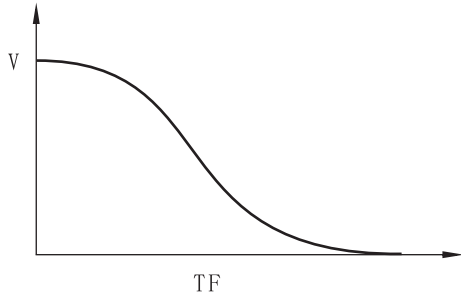

图6-6
- ① 代码F2不设为0时，为软停机模式。图 6-6 为软停车模式的输出电流波形。TF由代码 F2设置软停时间。在这种停机模式下，软起动器的输出电压由全压开始逐渐减小，使电机转速平稳降低，以避免机械震荡，直到电动机停止运行。软停机时的输出截止电压等同于起动时的起始电压。
- ② 软停机模式可减少和消除水泵类负载的喘振。软停机模式可用代码FL设定软停限流值，减少软停时的大电流冲击，主要此软停限流值是在起动限流基础上计算的百分比。